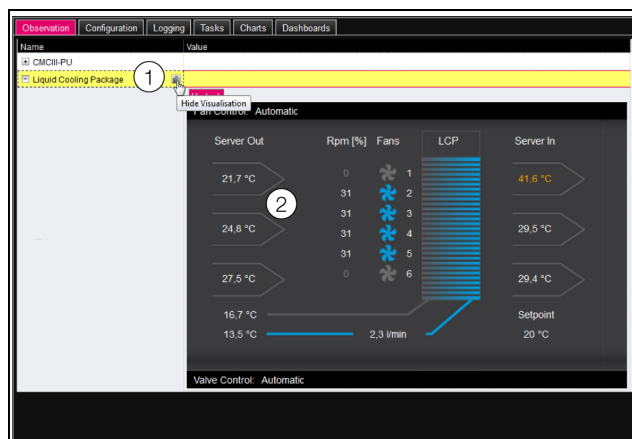

Fig. 118 : représentation graphique
L'affichage passe à la représentation graphique (fig. 118) et tous les états et vitesses de rotation des ventilateurs, les valeurs de température entrée-serveurs et sortie-serveurs ainsi que les modes de régulation du ventilateur et de l'eau peuvent être consultés en un coup d'œil et modifiés en cliquant sur le graphique (fig. 118, pos 2).
Si, après avoir sélectionné le niveau « Liquid Cooling Package », la représentation graphique (fig. 118) est présélectionnée, passez à la représentation arborescente comme suit :
■ Appuyez sur le symbole « graphique » représenté en niveaux de gris derrière l'entrée « Liquid Cooling Package » (fig. 118, pos 1).